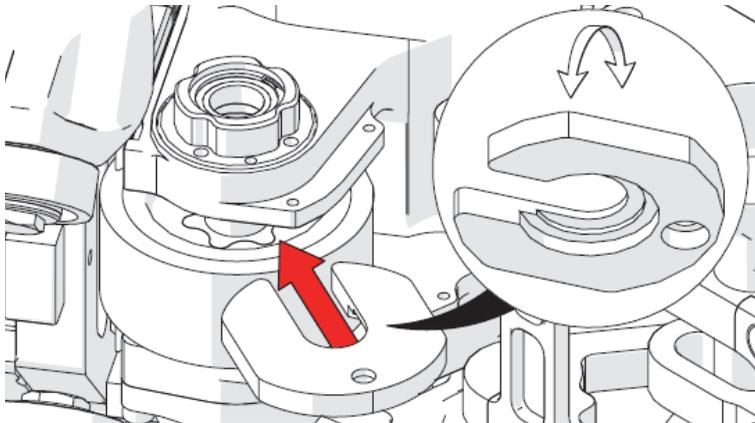

图2-17 插入轮子拉拔工具
19. 将轮子拉拔器滑入轮子和轴臂之间，确保沉孔面朝下，朝向车轮（参见第94页的图2-17）。